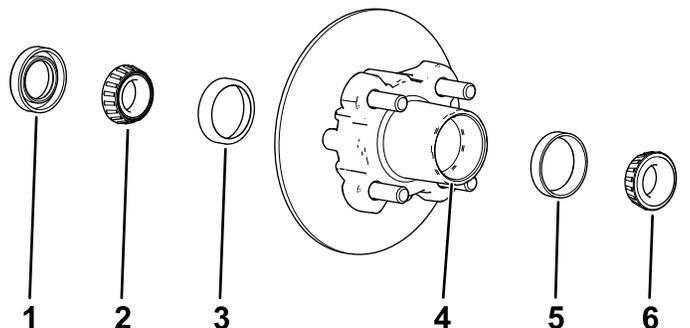

Figure 40
1. Déposez le roulement extérieur et la bague de roulement du moyeu (Figure 40).
2. Déposez le joint et le roulement intérieur du moyeu (Figure 40).
5. Éliminez la graisse, la saleté et les débris déposés à l'intérieur de la cavité du moyeu (Figure 40).
7. Remplissez la cavité du moyeu de 50 à 80 % environ avec la graisse spécifiée (Figure 40).
8. Assemblez le roulement intérieur sur la bague sur le côté intérieur du moyeu et montez le joint (Figure 40).